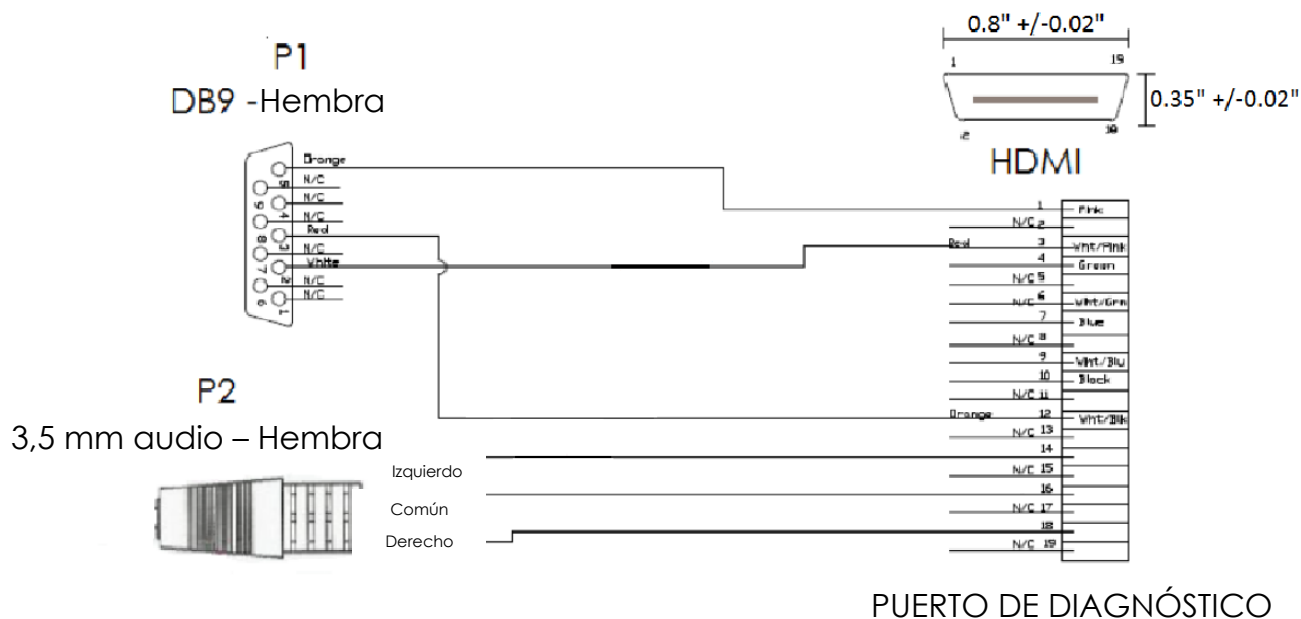

Figura 1: Cable de comunicación de Llamada a enfermería / EMR
El cable de comunicación de Llamada a enfermería / EMR (Parte N.º 3100897) contiene un conector de audio estéreo de 3,5 mm de 3 contactos (Véase P2 en la Figura 1) para indicar una condición de alarma en un sistema de llamada a enfermería en un hospital y un conector hembra DB9 de datos para interconectarse con tecnologías compatibles con Registros médicos electrónicos (EMR).
El conector estéreo de 3,5 mm del cable admite conexiones al sistema de Llamada a enfermería "Normalmente abiertas" o "Normalmente cerradas". Las señales en los 3 contactos del conector son (véase P2 en la Figura 1 y en la Figura 1A):
4.1 Figura 1: Diagrama esquemático del cable de Llamada a enfermería y EMR
El dispositivo Precision Flow® Hi-VNI tiene un conector HDMI en la parte posterior de la unidad. El cable de comunicación de **Llamada a enfermería / EMR (Parte N.º 3100897)** VapoTherm tiene un conector HDMI en un extremo y un conector RS-232 DB9 hembra en el otro extremo. Este cable se puede utilizar para conectar el dispositivo PF Hi-VNI al puerto RS-232 estándar en un sistema EMR. La distribución de pines de este cable se muestra en la figura 1